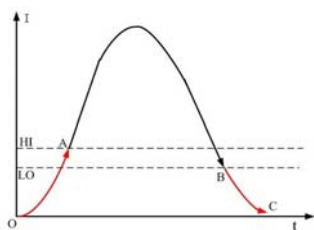

图 1: 电流继电器 1 工作原理
(1) **欠电流继电器 1:** 当检测电流正常时, 继电器 1 吸合, 当电流小于欠电流设定值时 L0, 继电器 1 触点释放。欠电流继电器 1 的动作和被测电流变化的关系如图 1 所示: OA、BC 段表示欠电流保护区, 欠电
(2) 继电器复位有自动和手动两种方式可选, 面板有两种工作方式指示灯。
(3) 保护输出类型为继电器式。
(4) 自动捕捉被测电流的最大值和最小值并显示。
(5) 大数码管窗口显示检测的实际电流, 小数码管为设置窗口, 正常时显示欠电流设置值。
(6) 面板有欠电流指示灯, 内部有报警蜂鸣器。